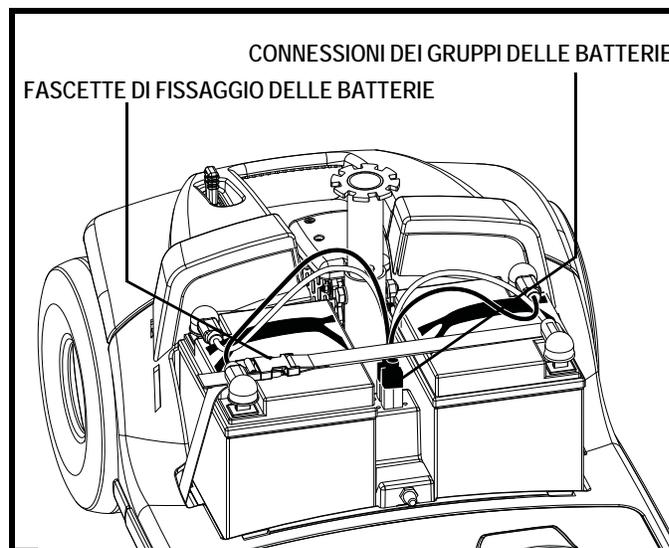

Figura 19. Collegamenti gruppo
4. Scollegare i due gruppi batteria estraendo ogni gruppo dallo spinotto corrispondente. **Vedere figura 19.**
7. Collegare i due gruppi batteria. **Vedere figura 19.**